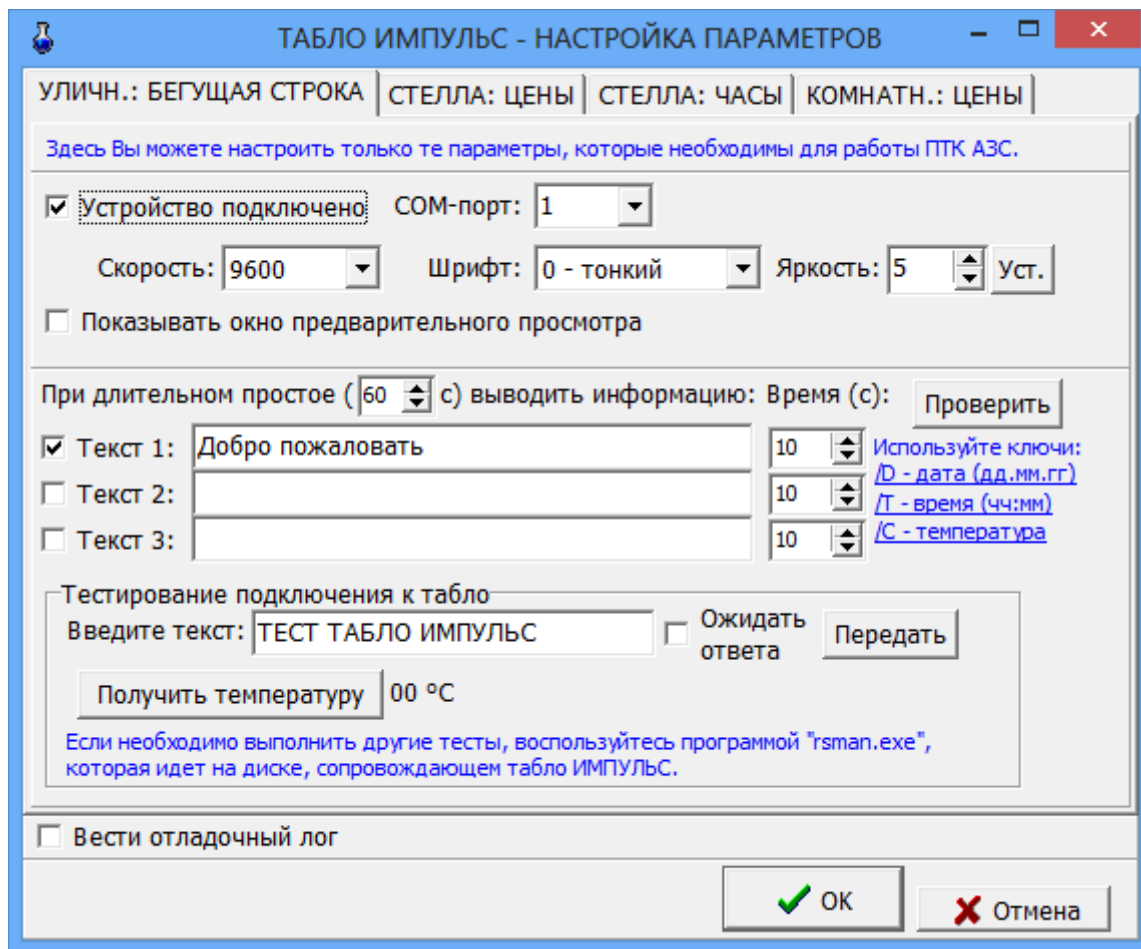

Рис. 62
На закладке «Стелла:Цены» поставьте галку в строке «Устройство подключено», в поле «Сом-порт мастер табло» задайте номер сом порта компьютера, на который подключено устройство, в поле «Скорость» задайте скорость передачи данных, в поле «Задайте соответствие видов топлива и адресов ценовых табло» удалите все находящиеся там виды топлива, нажмите кнопку «Ок» и перезагрузите программу оператора. Снова запустите программу оператора, откройте окно «ТАБЛО ИМПУЛЬС-НАСТРОЙКА ПАРАМЕТРОВ\Стелла:Цены» (рис.62а) в поле «Задайте соответствие видов топлива и адресов ценовых табло» появится список видов топлива, заданный в программе конфигурации.
На закладке «Стелла:Часы» (рис.62а) поставьте галку в строке «Устройство подключено», в поле «Сом-порт мастер-табло» задайте номер сом порта компьютера, на который подключено устройство, в поле «Адрес «ТАБЛО-ЧАСЫ» задайте адрес с наклейки или «0» (если часы в мастер -табло).
Рис.62а
Настройку стелы VDS (т.е. ввод текста, отображаемого на стеле, ввод параметров, необходимых для подключения стелы VDS к ПТК АЗС) выполните в окне «Табло Импульс-настройка параметров» (в меню «Настройка\Стела VDS(пульт управления)» (рис.62б)). Для настройки стелы выполните следующие действия в окне «ТАБЛО ИМПУЛЬС-НАСТРОЙКА ПАРАМЕТРОВ\Стела:Цены»:
- задайте параметр установки эффекта отображения информации на стеле и нажмите «Установить эффект» (рис.62в);
- запустите программу оператора, откройте окно «ТАБЛО ИМПУЛЬС-НАСТРОЙКА ПАРАМЕТРОВ\Стела:Цены» (рис.62б) в поле «Задайте соответствие видов топлива и адресов ценовых табло» появится список видов топлива, заданный в программе конфигурации.
Рис.62б
Рис.62в
Для настройки отображаемого на стеле текста откройте окно «ТАБЛО ИМПУЛЬС-НАСТРОЙКА ПАРАМЕТРОВ\Уличн.:Бегущая строка» (рис.62г) и задайте следующие параметры:
Рис.62г